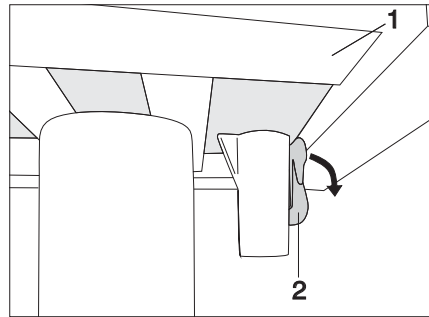

Fig. 95 Bloqueo de la mesa de una columna (bloqueada)
- Empujar la palanca de bloqueo (Fig. 95,2) hacia abajo.
- Desplazar a la posición deseada el tablero de la mesa (Fig. 95,1).
- Empujar la palanca de bloqueo (Fig. 95,2) hacia arriba.